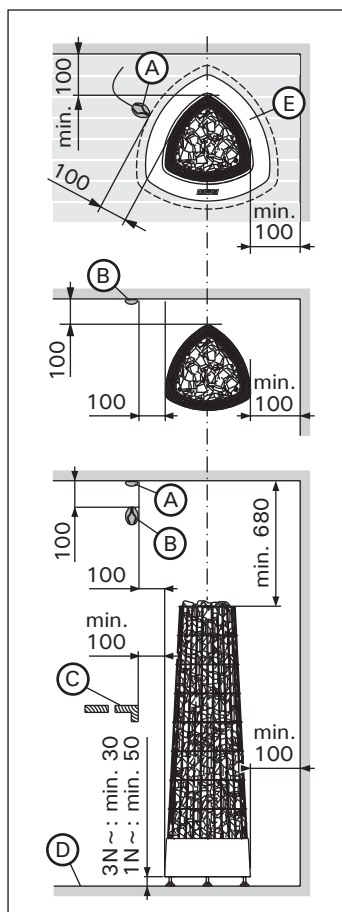
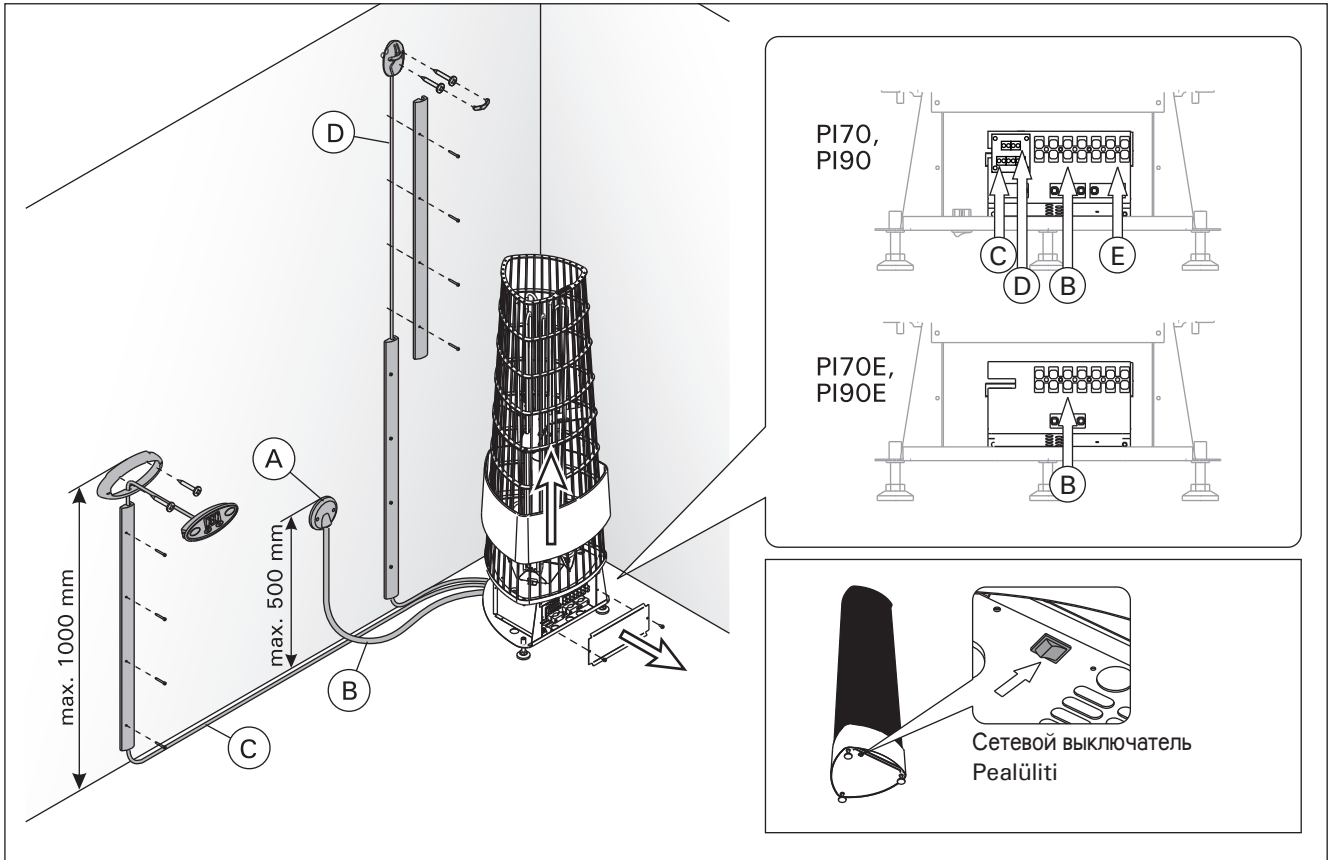

Рисунок 6. Расположение и безопасные расстояния (все размеры приведены в миллиметрах)
Рисунок 7. Разъемы нагревателя
Элементы, представленные на рис. 6:
Разъемы нагревателя (рис. 7):
- Каменка гибким проводом подсоединяется к соединительной коробке (рис. 7: A) в стене сауны. Соединительная коробка должна быть брызгозащищенной и находиться на расстоянии не более 500 мм от пола.
- В качестве кабеля (рис. 7: B) следует использовать резиновый кабель типа HO7RN-F или подобный. **ВНИМАНИЕ! Использование изолированного ПВХ кабеля запрещено вследствие его разрушения под воздействием тепла.**
- **PI:** Установите датчик на стену сауны, как показано на рис. 6. Вставьте кабель датчика в разъем нагревателя по принципу цветового соответствия (рис. 7: D).
- **PI-E:** Установите датчик на стену сауны, как показано на рис. 6.
Датчик следует устанавливать в место, указанное в данной инструкции (рис. 6). Если не соблюдается минимальное расстояние, следует переместить вентиляцию.
Закрепите панель управления следующим образом (см. рис. 7):
4. Вставьте свободный конец кабель управления в разъем нагревателя по принципу цветового соответствия (рис. 7: C).